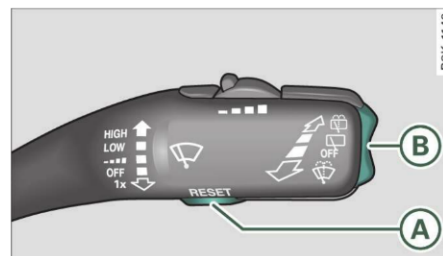

Fig. 11 Maneta ștergătoarelor de parbriz: Elemente de comandă calculator de bord
Apăsând pe tasta **RESET** (A) ⇒ fig. 11 se poate comuta între funcțiile calculatorului de bord 1, 2 și programul economic*.
- Pentru a afișa domeniile de memorie ale calculatorului de bord, apăsați tasta **RESET** (A) ⇒ fig. 11 până când pe afișaj apare domeniul de memorie dorit.
- Pentru a afișa informațiile dintr-un domeniu de memorie, pe rând, apăsați în sus sau în jos comutatorul funcțional (B).
- Apăsați tasta **[RESET]** **(A)**, până când se afișează programul de eficiență ⇒ *pagina 25, fig. 11.*
- Apăsați comutatorul funcțional ⇒ *pagina 25*, fig. 11 **B** în programul de eficiență, până când pe afișaj apare indicatorul.
- Apăsați comutatorul funcțional ⇒ *pagina 25*, fig. 11 (B) în programul de eficiență, până când pe afișaj apar consumatorii suplimentari.
- Pentru a anula o indicație imediat după afișarea ei, apăsați tasta **[RESET]** ⇒ *pagina 25*, fig. 11 (A), sau
- Apăsați comutatorul funcțional ⇒ *pagina 25*, fig. 11 (B).